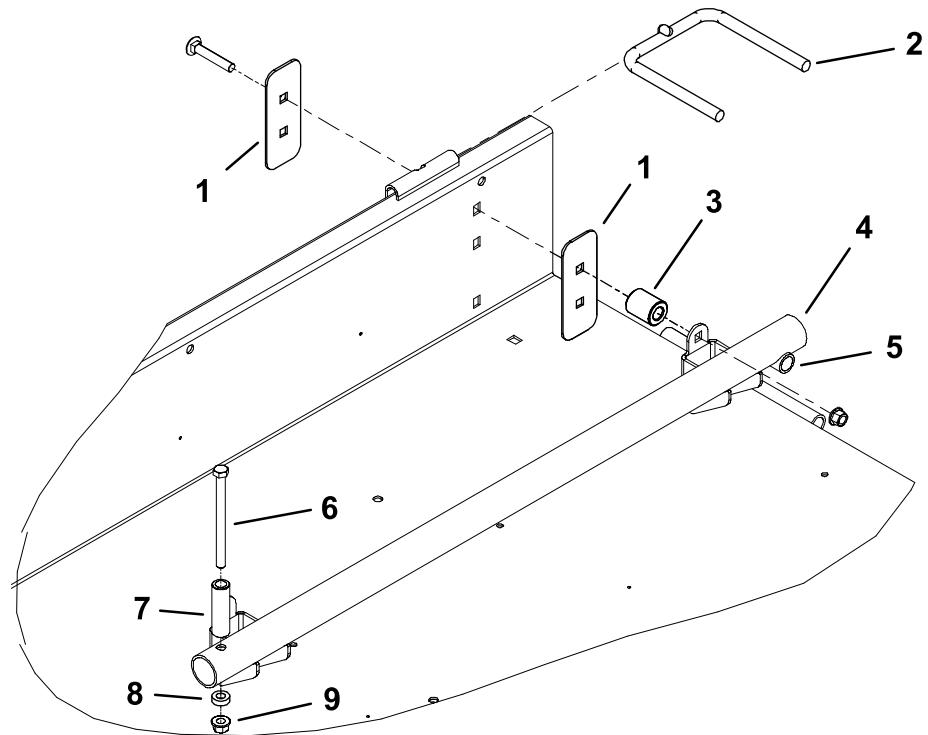

Рисунок 2
7. Прикрепите каждую трубу в сборе к боковой стороне прицепа с помощью 4 усиливающих элементов стенки, 4 каретных болтов (3/8 x 2-1/4 дюйма), 2 проставок и 2 контргаек (Рисунок 2). Расположите трубы в сборе так, чтобы малые поперечные трубы были сзади.
8. Установите упоры прицепа и новые проставки на передние части труб в сборе с помощью ранее снятых колпачковых винтов и гаек. Расположите компоненты, как показано на Рисунок 2.
13. Установите новые (более длинные) скобы колес в передний и задний наборы монтажных отверстий на каждой стороне прицепа, используя ранее снятые кронштейны и крепежные детали (Рисунок 1 и Рисунок 2).